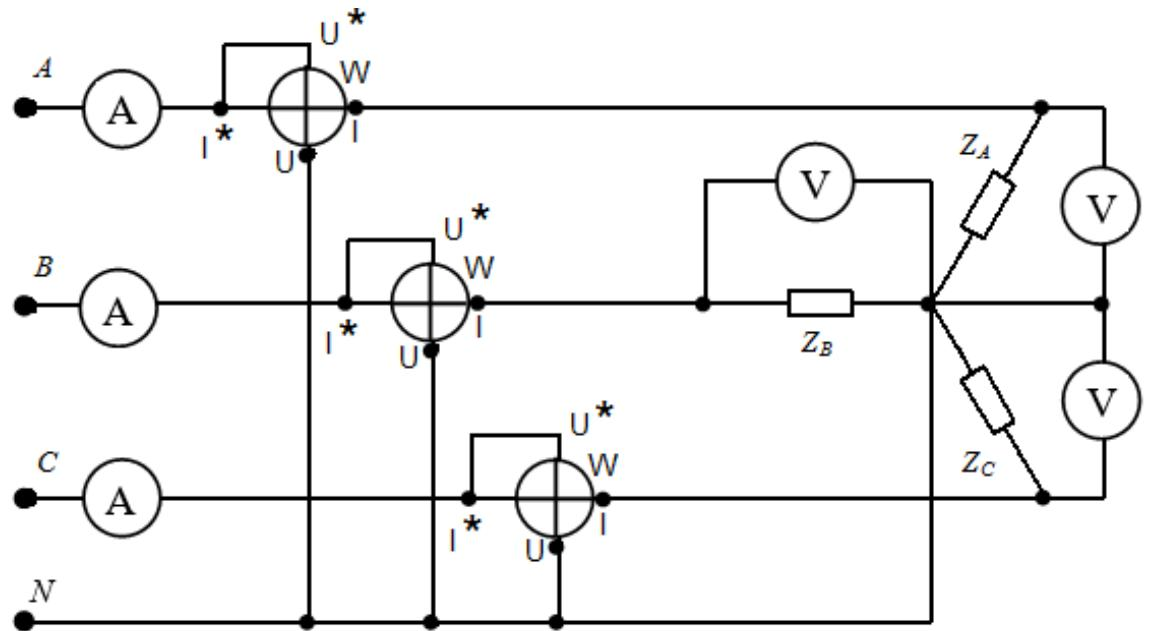

Рисунок 4.10 – Схема для исследования четырехпроводной трехфазной цепи при соединении звездой
2. Собрать схему (рис. 4.10) для исследования четырехпроводной цепи при соединении звездой.